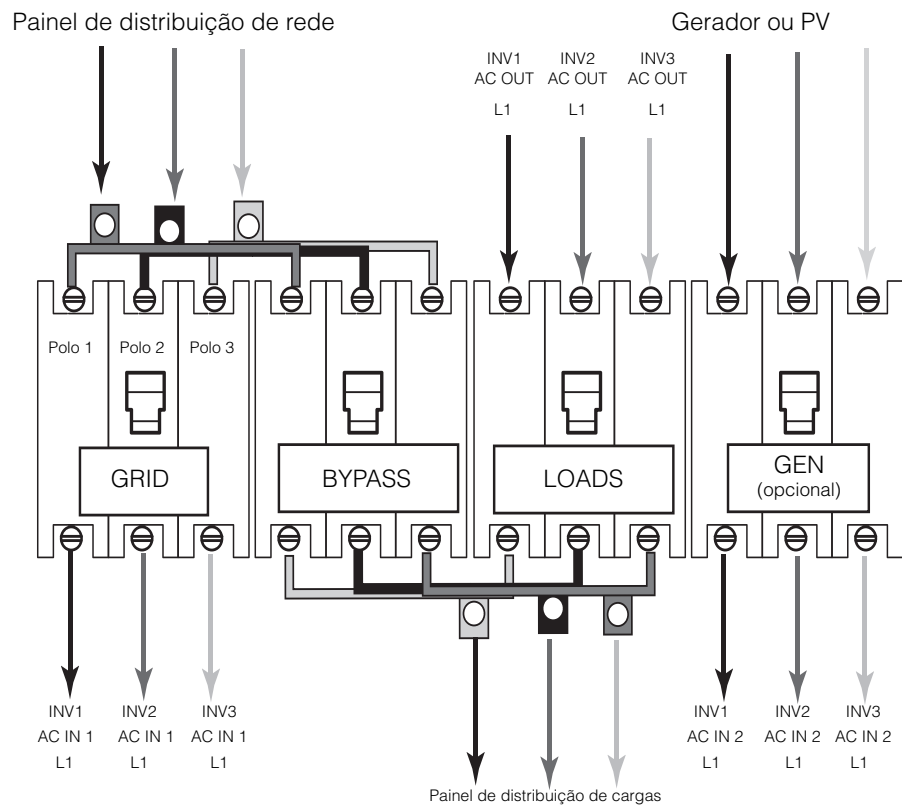

Figura 3-33 Fiação CA trifásica do PDP
- Conecte a fiação CA conforme mostrado em Figura 3-33.